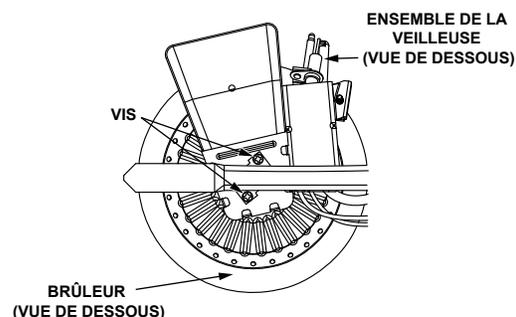

FIGURE 22.
1. Pour enlever le brûleur, retirer les deux (2) vis situées en dessous.
2. Vérifier si le brûleur est sale ou obstrué. Celui-ci peut être nettoyé à l'eau chaude savonneuse (Figure 22). **IMPORTANT :** NE PAS enlever l'orifice.
8. En se servant de la vis de la veilleuse qui a été enlevée plus tôt, attacher le nouvel ensemble veilleuse/thermopile et le protecteur de la veilleuse. Rattacher le brûleur au collecteur en se servant des vis qui ont été enlevées plus tôt. **REMARQUE :** S'assurer que le godet du brûleur soit orienté du côté veilleuse du tube du collecteur (Figure 22).